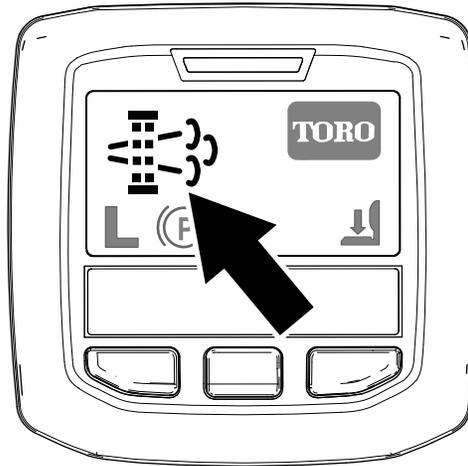

Figure 28
- L'icône de régénération en stationnement s'affiche dans l'InfoCenter (Figure 28).